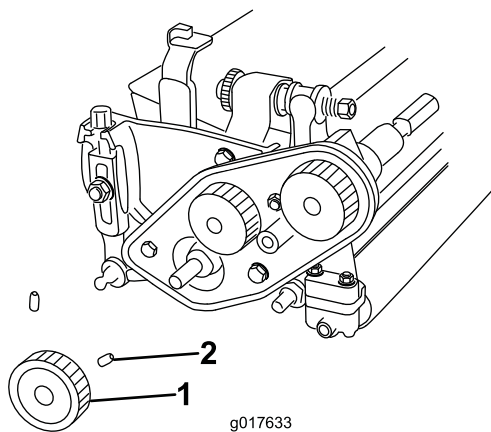

図 4
9. 下プーリを固定している固定ねじ2本をゆるめて、プーリをリールシャフトから外す 図 4。
23. 下プーリをリール駆動シャフトに取り付け、固定ねじ2本を使ってシャフトのキーに固定する 図 4。